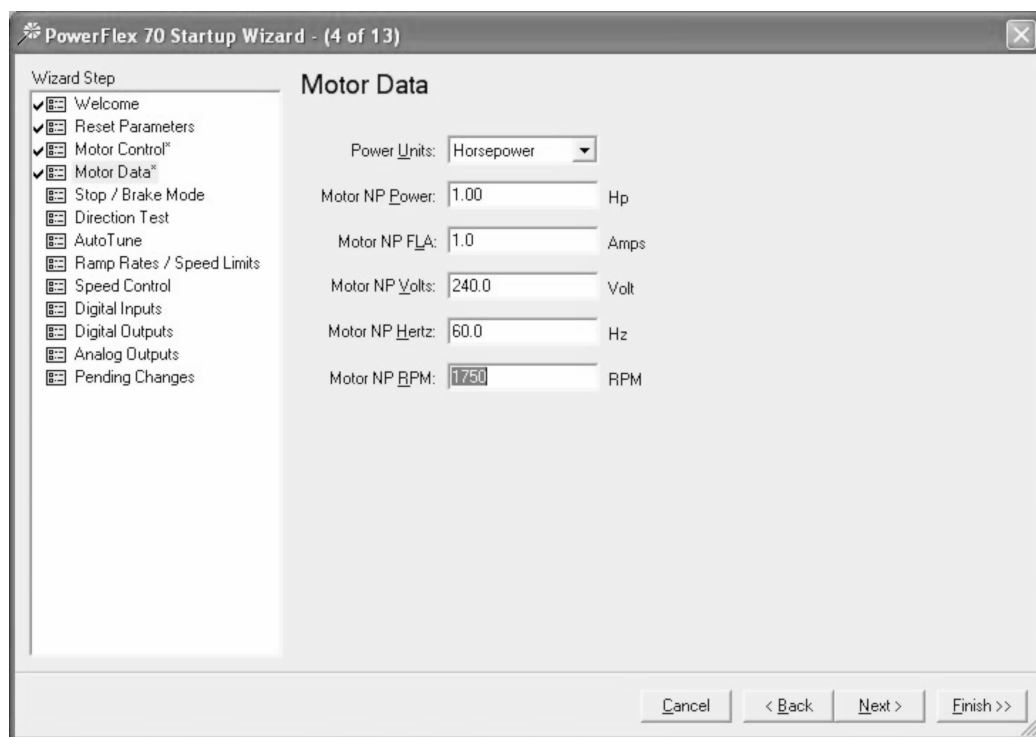

图 25-31 变频器启动向导
29. 执行 PowerFlex 70 启动向导的第4步操作，如图 25-31 所示。